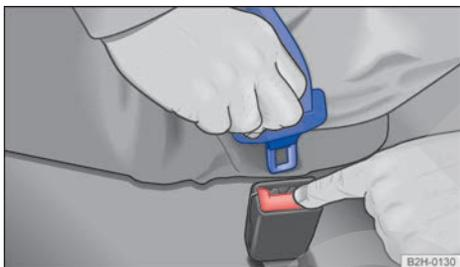

Fig. 60 Soltar la lengüeta del cinturón abdominal del cierre del mismo.
- Pulse la tecla roja del cierre del cinturón → fig. 60. La lengüeta del cinturón sale expulsada.